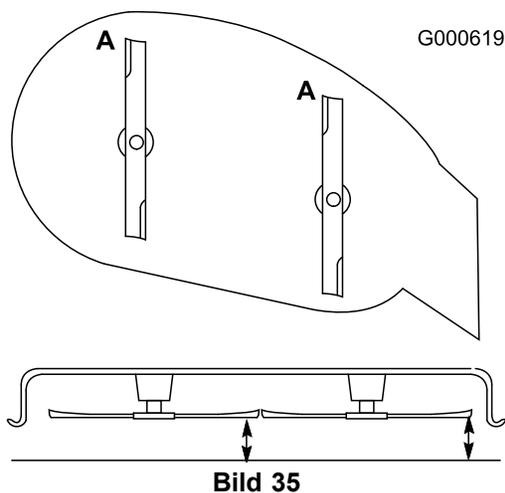

Bild 35
1. Drehen Sie die Schnittmesser, bis die Enden nach vorne und hinten gerichtet sind (Bild 35). Messen Sie von einer ebenen Fläche bis zu den Schnittkante (Position **A**) der Messer (Bild 35). Notieren Sie diesen Wert.